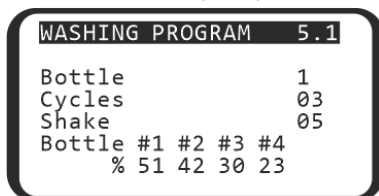

Рисунок 14. Работаящая программа с подключенным терминалом
- Выберите пункт **PLATE SETUP** нажатиями кнопки **Enter** ▼ в стартовом режиме и нажмите кнопку **Run/Stop**, на дисплее появляется надпись (рис. 14).
5.9.2 Если к прибору подключен четырехместный терминал контроля объема жидкости 4 CHW Logger, на дисплее к данным на рисунке 13 добавляется данные терминала: процент оставшегося объема жидкости в каждой бутылки (рисунок 14). Для бутылки сбора жидкости №4 процент объема будет увеличиваться.